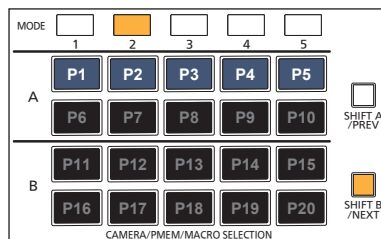

図 2
- [SHIFT B/NEXT] ボタンを押下してください。（図2）